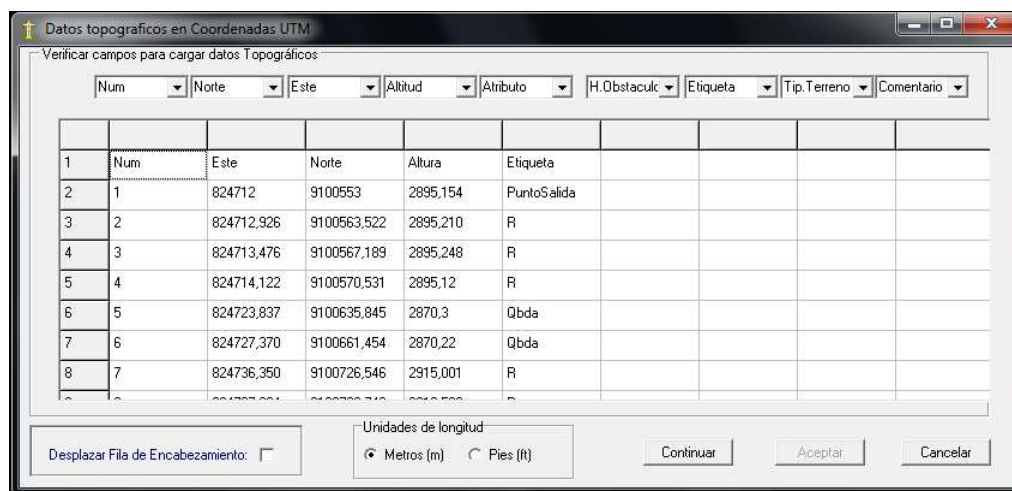

Fig. 08
2. Luego muestra una ventana “Datos topográficos en coordenadas UTM” (Ver Fig. 08).